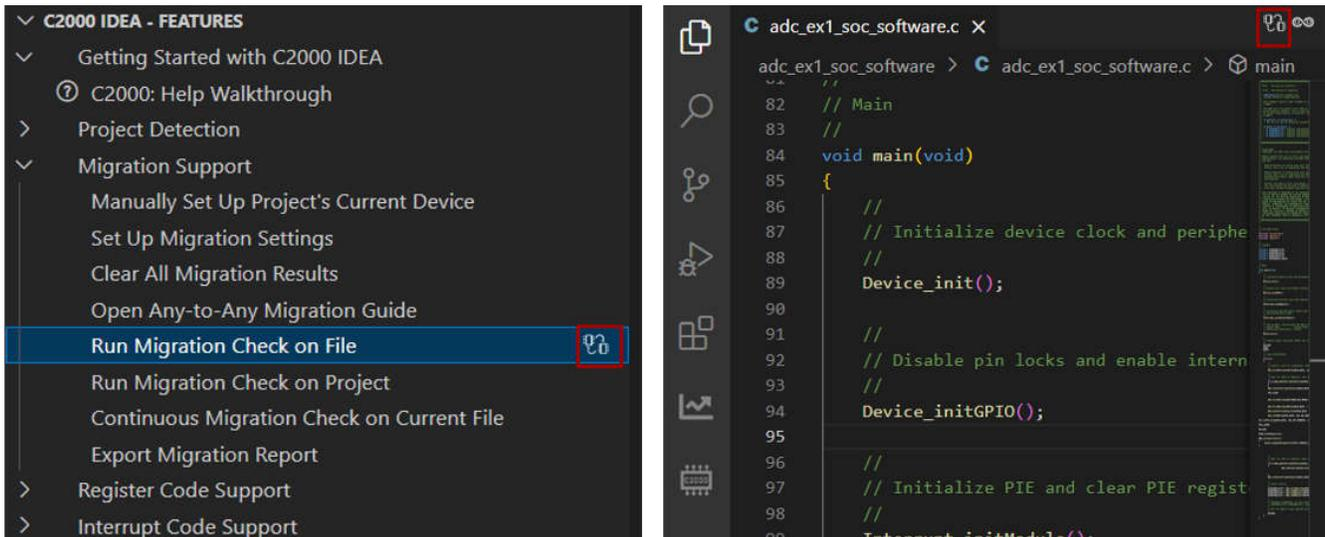

图 3-5. 文件迁移执行 (扩展树和编辑器视图)
- b. 点击活动文件编辑器右上方的图标，如图 3-5 所示。